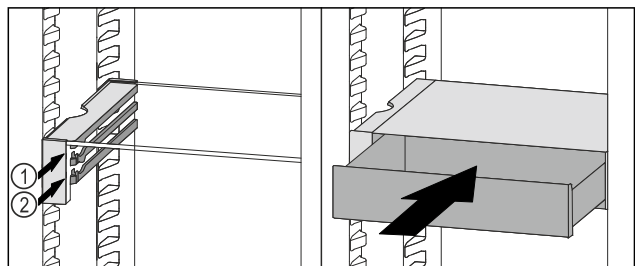

Fig. 54
- ▶ Posizionare il cassetto VarioSafe dietro i tappi sulla nervatura desiderata Fig. 54 (1) o Fig. 54 (2).